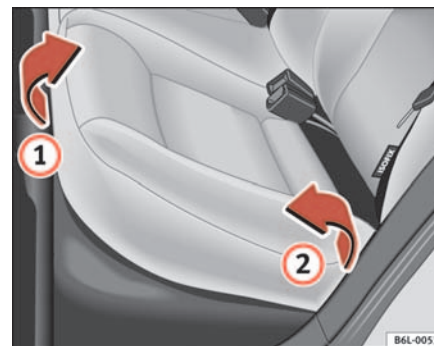
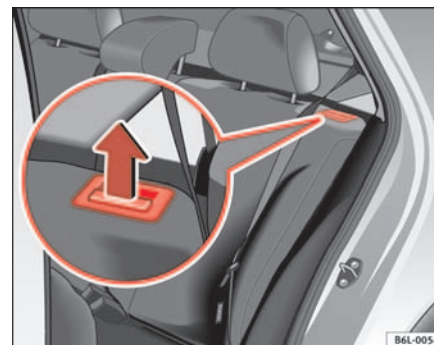

Fig. 74 Levantar el cojín del asiento trasero
Fig. 75 Tecla de desbloqueo del respaldo trasero ▶
- Tire del borde delantero del cojín del asiento ⇒ **página 113, fig. 74** ① hacia arriba en la dirección de la flecha.
- Levante el cojín ② hacia delante en la dirección de la flecha.
- Tire de la tecla de desbloqueo ⇒ **página 113, fig. 75** en la dirección de la flecha y abata el respaldo hacia delante.